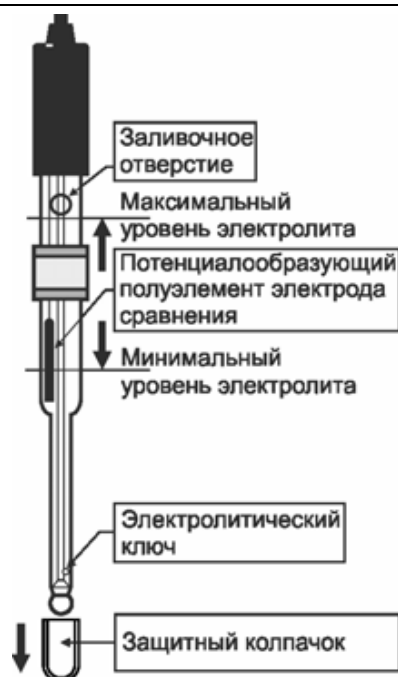

Рис.1
**5.3** Уровень электролита в электроде должен поддерживаться в пределах показанных на рис. 1. При необходимости электролит следует доливать в электрод через заливочное отверстие.